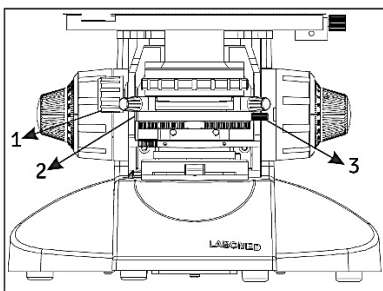

Fig. 8
Este polarizador primario de alta calidad (1) tiene un índice de rotación de 360 grados y una marca de referencia (2) para lograr una identificación rápida de las posiciones Polarizada/Polarizada cruzada (fig.8).
Está idealmente ubicado debajo del condensador y cuenta con un mecanismo bloqueable (3) fig. 8(b) para detener el filtro polarizador en la posición deseada, logrando así tener una cómoda experiencia de observación.